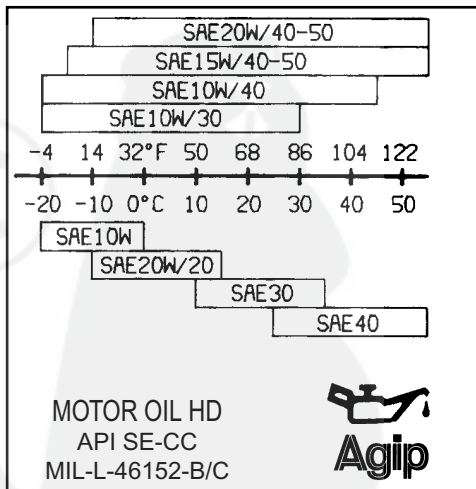

fig. 4
Rimuovere il tappo-asta rifornimento olio (fig. 12) e, con motore in piano, riempire lentamente il carter (fig. 5) con olio della qualità prescritta in fig. 4, fino alla tacca di riferimento indicata nell'asta del tappo.
**OGNI 20 ORE:** Controllare il livello olio nel carter con il motore in piano (fig. 12). Eventualmente rabboccare con olio della qualità prescritta in fig. 4
Remove the dip-stick (fig. 12) and, when the engine is level, slowly fill the oil sump (fig. 5) with clean, high quality oil as in fig. 4, until it will reach the correct level mark on the dip-stick.